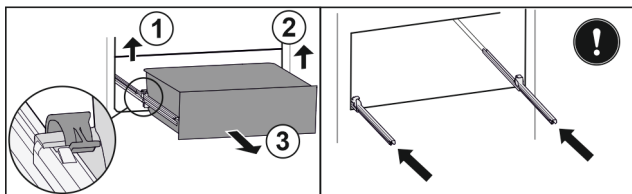

Fig. 40
- ▶ Приподнимите левый зажим и одновременно вытяните движением вперед выдвижной ящик слева. Fig. 40 (1)
- ▶ Приподнимите правый зажим и одновременно вытяните движением вперед выдвижной ящик справа. Fig. 40 (2)
- ▶ Извлеките выдвижной ящик движением вперед. Fig. 40 (3)